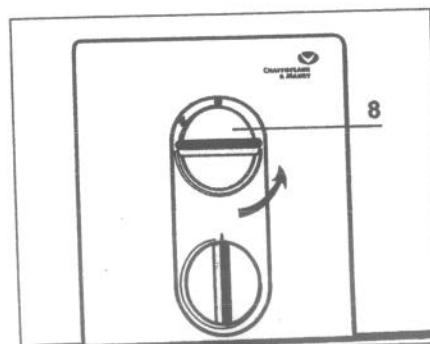

Fig.6 - BAYARD STAR 5 TS f 2F
- Tourner doucement le bouton "8" en position plein gaz «  » (fig. 6).
- allumer la veilleuse et placer le bouton "8" (fig. 6) sur la position plein gaz «  »,